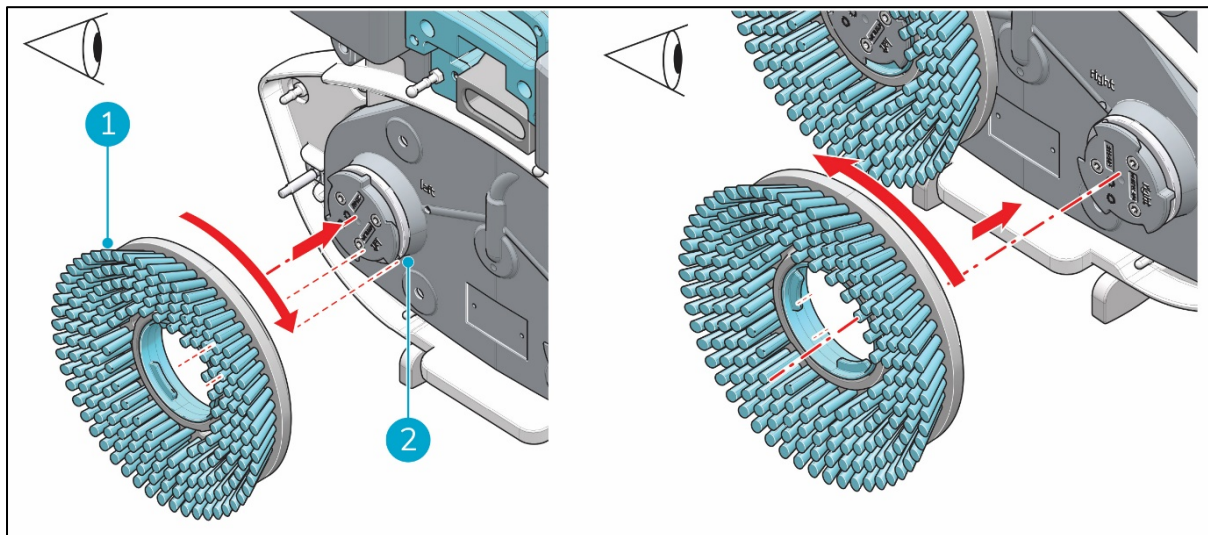

Abbildung 9
3. Richten Sie die linke Bürste (Figure 9, Pos. 1) auf der linken Antriebsscheibe (Figure 9, Pos. 2) aus. Die Klinken und Aussparungen in Bürste und Antriebsscheibe müssen ineinander greifen.